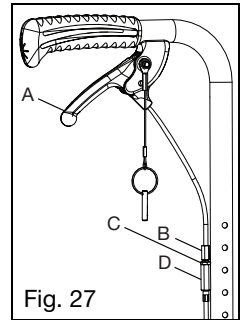

Fig. 27
- i. Presione los gatillos (Fig. 27:A).
- i. Desbloquee la tuerca (Fig. 27:C) del cuerpo ajustador de cable (Fig. 27:D) utilizando una llave de 10mm y una llave de extremo abierto de 3/8" (10 mm).
- ii. Enhebre el ajustador de cable (Fig. 27:B) hacia adentro o hacia afuera de modo tal que el gatillo tenga un juego de 1/8" (8 mm) antes de comenzar a halar del cable.